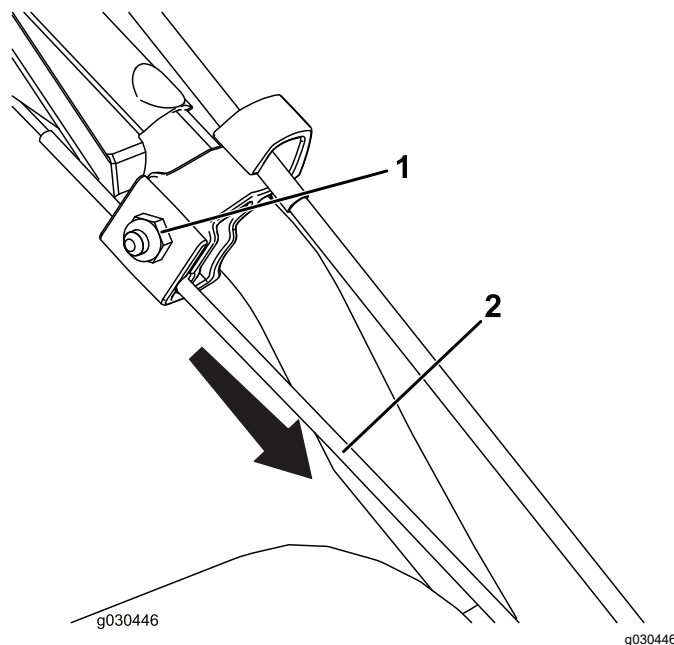

Figure 27
1. Desserrez l'écrou sur le collier supérieur du câble, mais ne le retirez pas (Figure 27).
2. Tirez le câble vers le bas pour le tendre presque complètement (Figure 27).
3. Serrez l'écrou (Figure 27).